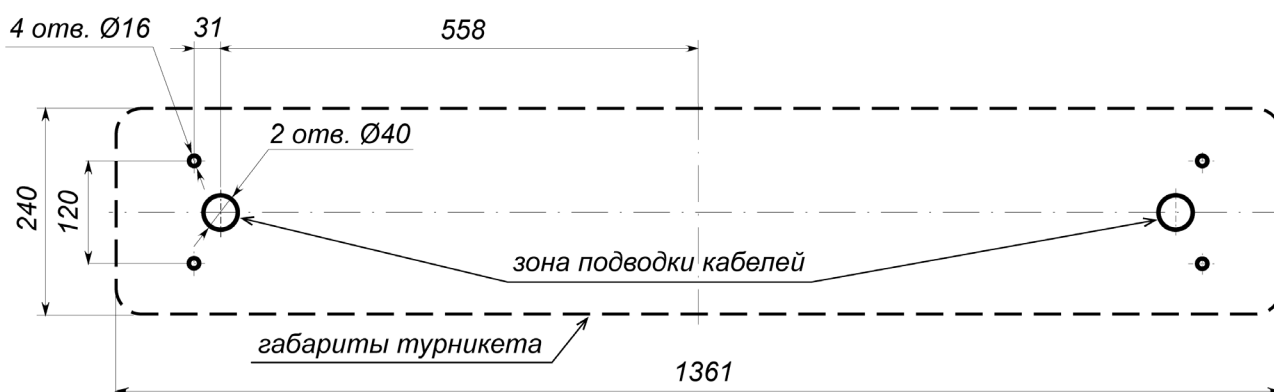

Рисунок 18. Схема разметки для установки стойки турникета1
2. Подготовьте в полу отверстия под гильзы анкеров для крепления стойки турникета согласно рис. 18.